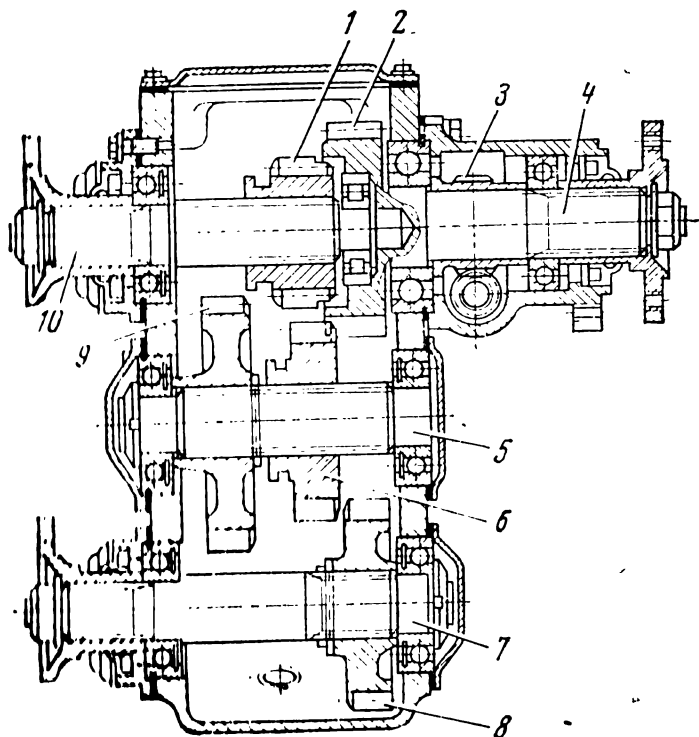

Рис. 33
Задание 80. I. Какой цифрой (рис. 33) обозначены вал привода переднего ведущего моста и промежуточный вал раздаточной коробки?
II. Какой цифрой обозначен (рис. 33) вал привода заднего моста и ведущий вал раздаточной коробки?
IV. Через какие шестерни раздаточной коробки передается крутящий момент от ведущего вала 10 (рис. 33) к валу 7 привода переднего моста?
V. Какая передача (понижающая или прямая) включается при введении шестерни 1 (рис. 33) в зацепление с внутренним зубчатым венцом шестерни 2?
VI. Какая передача (понижающая или прямая) будет включена, если ввести шестерню 6 (рис. 33) в зацепление с шестернями 2 и 8?
VII. Чтобы включить понижающую передачу, какие шестерни необходимо (рис. 33) ввести в зацепление?
IX. Включением каких шестерен (рис. 33) обеспечивается передача максимального крутящего момента с передаточным числом 1,96 на автомобиле ГАЗ-66?